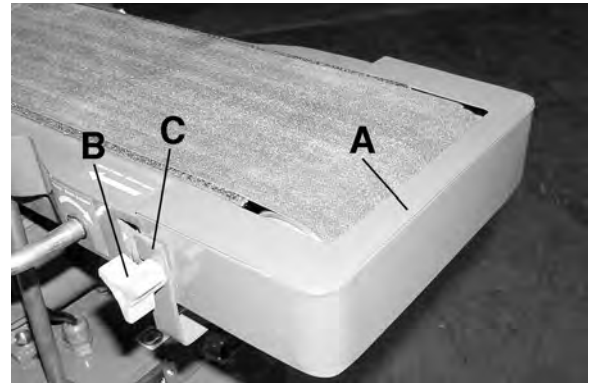

Figure 13
Le garde de sécurité du bout (A) Fig. 13 n'est pas installer et devrait l'être pour assurer une protection à l'utilisateur pendant les opérations de ponçage. Ce garde ne doit être installer si vous désirez effectuer le ponçage de courbe internes (qui utilise la partie du tambour du bout de la courroie de ponçage). Pour installer le garde de sécurité du bout, suivre les instructions suivantes:
1. Dévissez et retirez les deux boutons de verrouillage (B) qui se trouvent de chaque côté de la courroie de ponçage.
2. Glissez le garde de sécurité du bout (A) sous les deux attaches (C).